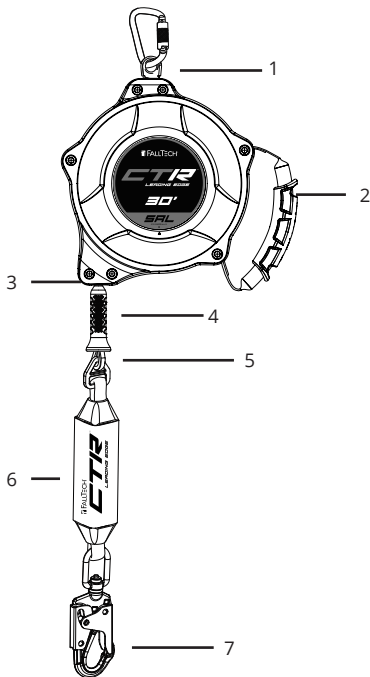

Figure 1 - À propos du bord d'attaque CTR SRL de FallTech®
Comme le montre la figure 1 ci-dessous, le DAR est muni d'un boîtier en nylon renforcé de fibre de verre avec une poignée de transport qui contient une ligne de vie composée d'un câble d'acier de 5,6 mm (7/32 po) de diamètre, enroulé sur un tambour tendu par un ressort. La ligne de vie du DAR est équipée d'un ensemble de câble d'arrêt et de poignées avec un pare-chocs, d'un absorbeur d'énergie détachable (AE) et d'un mousqueton pivotant en acier. Lorsque l'utilisateur est attaché, la ligne de